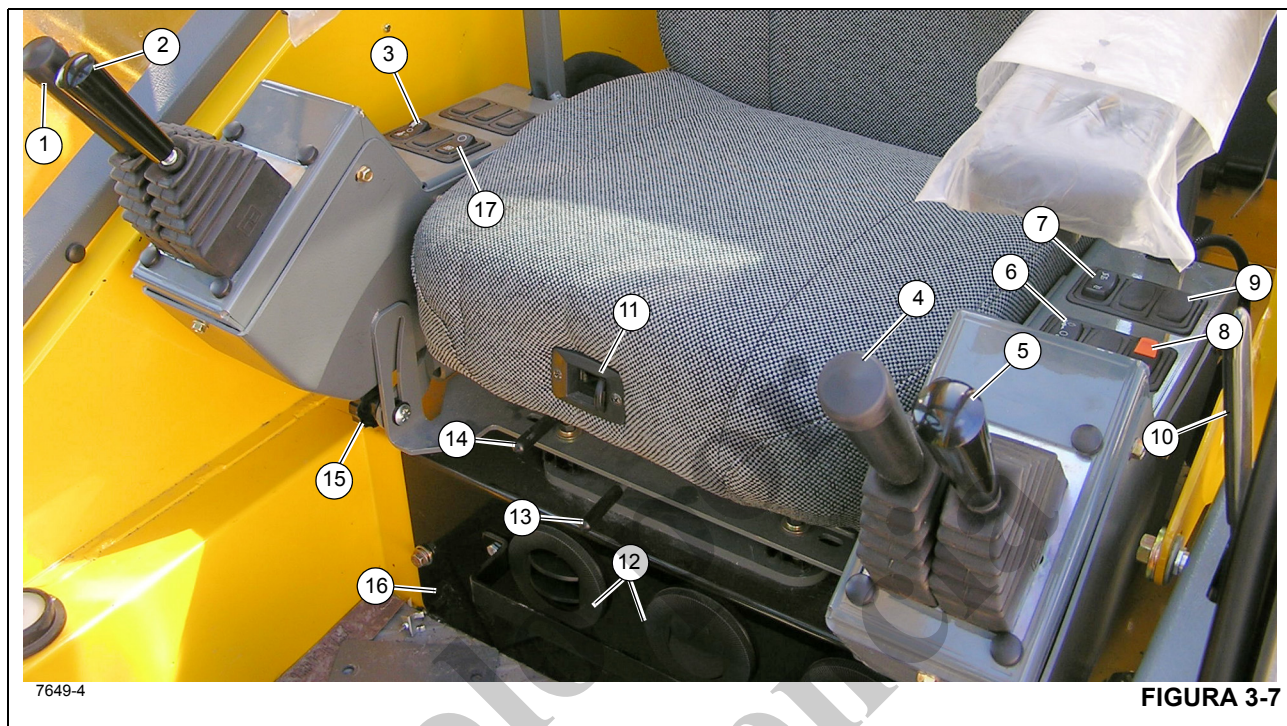

Figura 3-7 - Números de artículos
El indicador de diferencial del eje bloqueado (22) Figura 3-5 se encuentra en la pantalla de medidores en la columna de dirección. Este indicador se ilumina en ámbar después de mover el interruptor de bloqueo del diferencial (10) (Figura 3-7) a la posición de bloqueo con los interruptores de bloqueo del diferencial del vehículo en cada eje cerrados. Cuando el interruptor está en la posición de bloqueo, no hay acción del diferencial entre ruedas.
El control del malacate principal (1) (Figura 3-7) se encuentra en el apoyabrazos derecho. Cuando la palanca de control se mueve hacia adelante, el cable desciende. Cuando se tira hacia atrás, el cable se eleva.
El control de elevación de pluma (2) Figura 3-7 se encuentra en el apoyabrazos derecho. Cuando la palanca de control se coloca hacia adelante se baja la pluma; cuando se coloca hacia atrás, se eleva la pluma.
El interruptor selector de velocidad del malacate principal (3) Figura 3-7 es un interruptor de contacto mantenido, de tres posiciones (ALTA/APAGADO/BAJA), que se encuentra en el apoyabrazos derecho. Si se coloca el interruptor en la posición ALTA, esto habilita las funciones del malacate y energiza el solenoide de alta velocidad del malacate principal, lo que tiene por resultado altas velocidades del cable. Si se coloca el interruptor en la posición central de APAGADO, esto evitará el funcionamiento del malacate. Si se coloca el interruptor en la posición BAJA, esto habilita las funciones del malacate principal y desenergiza el solenoide de alta velocidad del malacate principal, lo que tiene por resultado bajas velocidades del cable.
El control de telescopización o del malacate auxiliar (4) (Figura 3-7) se encuentra en el apoyabrazos izquierdo. La palanca controla las funciones de telescopización cuando la grúa no está provista de malacate auxiliar. Empuje la palanca de control hacia adelante para extender la pluma, o tire de la palanca de control hacia atrás para retraerla.
El interruptor selector de velocidad del malacate auxiliar (6) Figura 3-7 es un interruptor de contacto mantenido, de tres posiciones (ALTA/APAGADO/BAJA), que se encuentra en el apoyabrazos izquierdo. Si se coloca el interruptor en la posición ALTA, esto habilita las funciones del malacate auxiliar y energiza el solenoide de alta velocidad del malacate auxiliar, lo que tiene por resultado altas velocidades del cable. Si se coloca el interruptor en la posición central de APAGADO, esto evitará el funcionamiento del malacate. Si se coloca el interruptor en la posición BAJA, esto habilita las funciones
El interruptor de dirección trasera (7) (Figura 3-7) es un interruptor tipo basculante de tres posiciones, con retorno por resorte a la posición de APAGADO, y se encuentra en el apoyabrazos izquierdo. Presione la parte inferior del interruptor para accionar una válvula de control que gira las ruedas traseras hacia la izquierda, lo cual hace que la grúa vire hacia la derecha. Presione la parte superior del interruptor para accionar una válvula de control que gira las ruedas traseras hacia la derecha, lo cual hace que la grúa vire hacia la izquierda. Cuando las ruedas no están centradas, la luz del indicador de ruedas traseras no centradas en la columna de dirección se enciende. Cuando se suelta el interruptor, éste vuelve a la posición central de APAGADO.
El interruptor del freno de giro (8) (Figura 3-7) se encuentra en el apoyabrazos izquierdo. Este interruptor de dos posiciones (ON/OFF) sirve para regular una válvula hidráulica que envía un caudal de presión regulada hacia el freno de giro y desde el mismo. Al colocar el interruptor en la posición ON se aplica el freno de giro y al colocarlo en OFF se suelta el freno de giro. Cuando el interruptor está en la posición de encendido, la luz indicadora roja en la columna de dirección se ilumina. El interruptor tiene un bloqueo para evitar el accionamiento inesperado.
El control de bloqueo del diferencial (Axle Diff) (9) (Figura 3-7) se encuentra en el apoyabrazos izquierdo. Éste es un interruptor de dos posiciones de contacto momentáneo. Con el control en la posición LOCK, las estrías del collar de cambios se engranan en las estrías de la caja del eje para unir el conjunto de diferencial y los semiejes y así eliminar el efecto diferencial entre las ruedas. En la posición UNLOCK existe un efecto diferencial entre las ruedas en todo momento. El indicador ámbar en la columna de dirección se ilumina cuando los interruptores de proximidad en cada eje se activan.
Utilice la palanca del mecanismo de desbloqueo de la puerta de la cabina (10) (Figura 3-7) para abrir o cerrar la puerta de la cabina desde el interior de la cabina.
Para ajustar el respaldo del asiento, presione la perilla de ajuste (11) Figura 3-7 y luego ajuste el asiento según sea necesario.
La unidad de control de climatización del acondicionador de aire/calefactor de la cabina de la grúa (16) Figura 3-7 se encuentra en la cabina, debajo del asiento del conductor. Los registros (12) forman parte de la unidad de control de climatización y se pueden ajustar para dirigir el flujo de aire.
El movimiento de la palanca de deslizamiento del asiento (13) (Figura 3-7) sólo deslizará el asiento, hacia adelante o hacia atrás.
El movimiento de la palanca de deslizamiento del bastidor del asiento (14) (Figura 3-7) deslizará el asiento y el bastidor del asiento hacia adelante o hacia atrás.
El apoyabrazos y los controles del apoyabrazos se pueden ajustar por medio de las perillas de ajuste (15) (Figura 3-7). Afloje la perilla y gire todo el apoyabrazos a la posición deseada, vuelva a apretar la perilla una vez que se haya terminado de realizar el ajuste.
Los indicadores de rotación de malacate para el malacate principal y el malacate auxiliar se encuentran en la parte superior de cada palanca de control de malacate (1, 4) (Figura 3-7). Cada indicador se controla electrónicamente por medio de una señal de entrada recibida de un sensor instalado en el malacate correspondiente y una señal de salida de un módulo de control. Cada palanca de control de malacate (1, 4) vibra cuando su malacate está funcionando de manera que el pulgar del operador pueda sentirlo.
El interruptor de aumento hidráulico (17) (Figura 3-7) se encuentra en el apoyabrazos derecho. Este interruptor de dos posiciones se utiliza para controlar la válvula selectora de aumento de velocidad alta. Cuando se coloca el interruptor en la posición de encendido (ON), se energiza la válvula de solenoide. En este estado, la válvula de solenoide detiene el caudal de aceite de la sección N° 2 de la bomba N° 1 a la válvula de dirección trasera/estabilizadores. La válvula de retención de leva se abre para combinar este caudal de aceite con el caudal entregado por la sección N° 1 de la bomba N° 1.